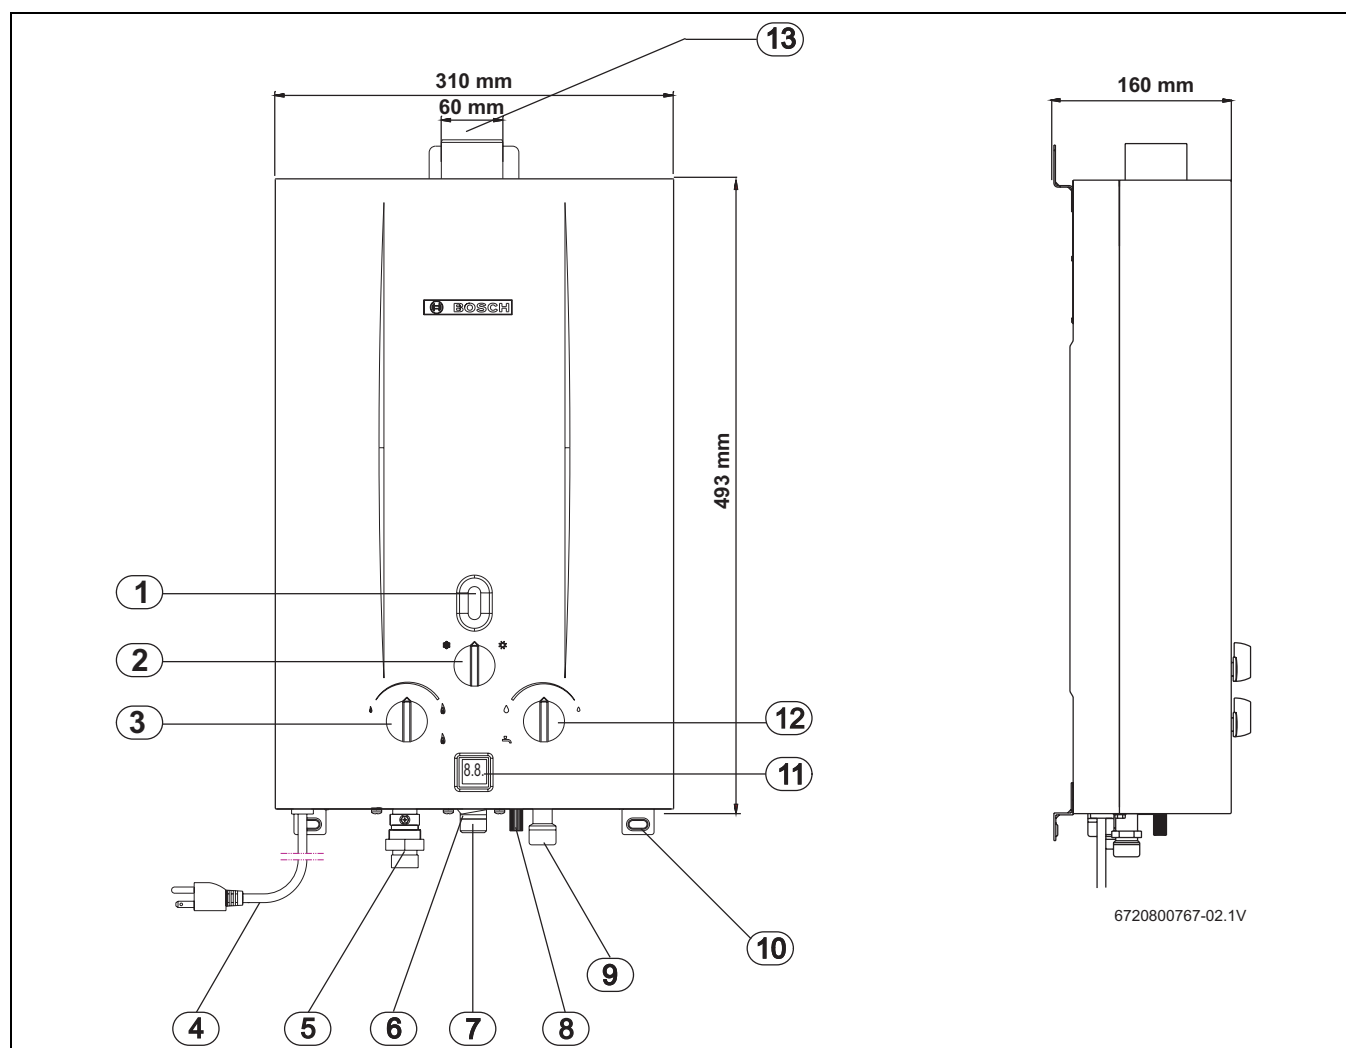

Fig. 1 Dimensões
- Colocar a tecla On/Off (→ Fig. 1, [6]) em posição de funcionamento.